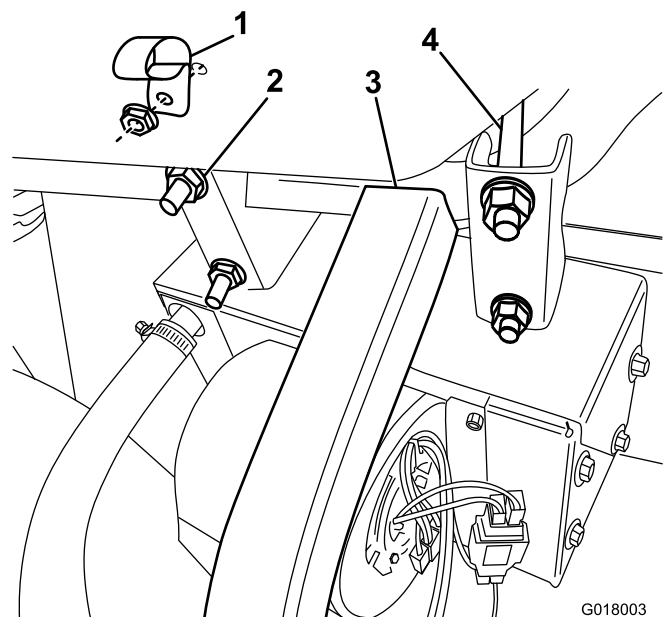

Figure 22
- Fixez le chauffage et son support au tube de cadre avant, bien en appui contre le cadre en U, à l'aide des étriers filetés et des écrous à embase fournis (Figure 22).
- Fixez le collier en R à la boîte à gants avec un boulon à embase et un écrou (Figure 22).